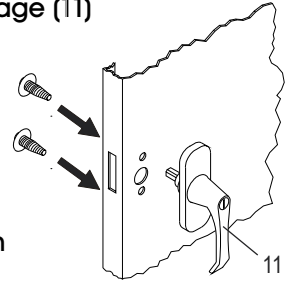

Figure 10
1. Placez la poignée de verrouillage (11) sur la porte de droite et fixez-la à l'aide de deux boulons à encoches à tête hexagonale de n° 8-32 x 1/4 et de rondelles de blocage. (Voir Figure 10)